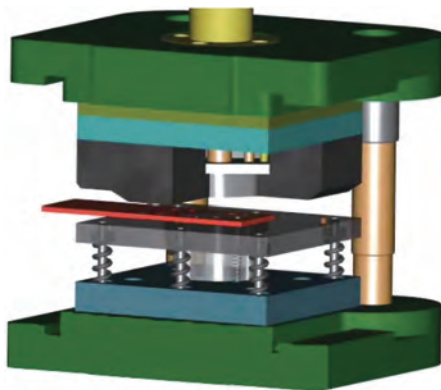

图 1-2 冲裁模结构图
**冲裁模：**将一部分材料与另一部分材料分离的模具。图 1-2 所示为冲裁模结构图。